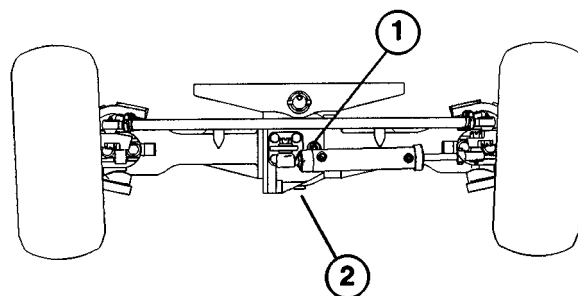

Figure 6
CONTROLE DU LUBRIFIANT DE L'ESSIEU ARRIERE (Fig. 6)
2. Enlever l'obturateur de contrôle de l'essieu et vérifier que le niveau d'huile atteint la base de l'orifice. Si le niveau est bas, ajouter suffisamment d'huile pour arriver à la base de l'orifice (Fig. 6).